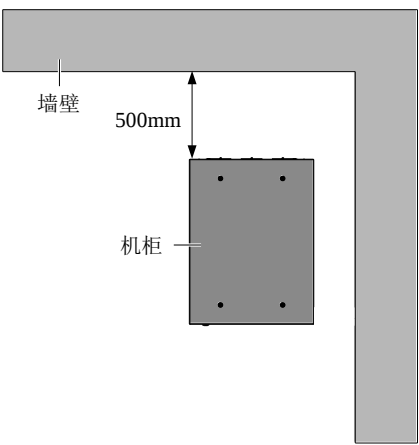

图2-5 操作空间示意图（机架式安装，顶视图）
UPS 由内部风扇提供强制风冷，冷风通过 UPS 前面板的通风孔进入 UPS 内部，并通过 UPS 后部的通风孔排出热风，请勿阻塞通风孔。UPS 的前、后面板应与墙壁或相邻设备间保持至少 200mm 的空间（见图 2-5），以免阻碍 UPS 的通风散热造成 UPS 内部温度升高进而影响 UPS 的使用寿命。
1. UPS 仅适用于安装在混凝土或其它非易燃的安装表面。 2. 图 2-5 中，机柜后面板到墙壁的距离需考虑维护操作便利，图中示例为 500mm，安装过程可根据实际情况调整，但不得少于 200mm。